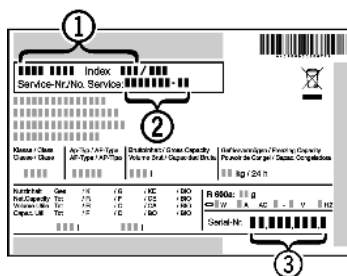

Fig. 31
- ▶ Gerätebezeichnung Fig. 31 (1), Service-Nr. Fig. 31 (2) und Serial-Nr. Fig. 31 (3) vom Typenschild ablesen. Das Typenschild befindet sich an der linken Geräteinnenseite.